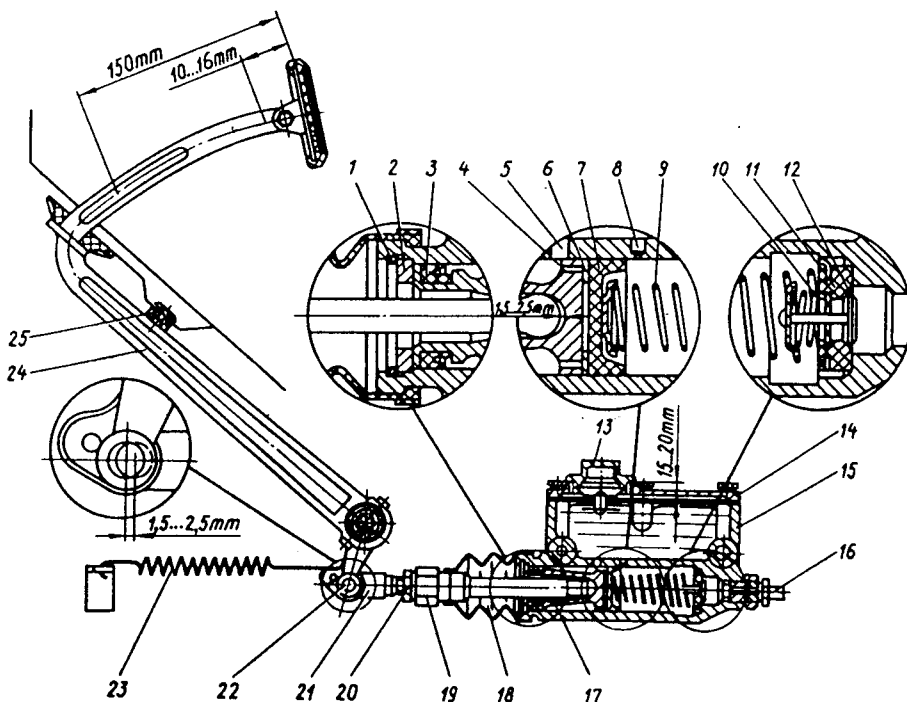

Bild 176. Hauptbremszylinder und seine Betätigung:
2. Gabel 21 (Bild 176) in die Kolbenstange des Hauptbremszylinders derart einschrauben, daß in der vorderen Endstellung des Kolbens 17 die Achse der Gabelbohrung von der Achse der Bohrung im Pedal um 1,5...2,5 mm absteht.